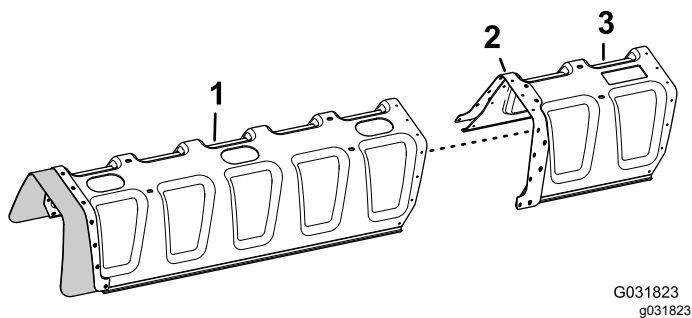

Figura 146
- Alinhe os orifícios na placa de reforço (fila dupla) na extensão da cobertura com os orifícios na extremidade da cobertura da rampa de 11 bicos (Figura 146).